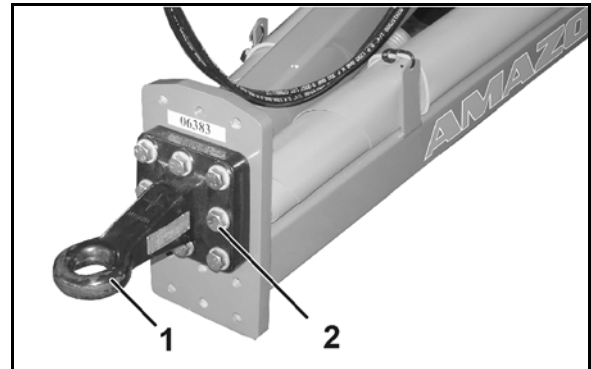

Bild 48
När maskinen är frångkopplad kan dragöglans (Bild 48/1) höjd anpassas till traktorn.
- o Lossa skruvarna (Bild 48/2) och skruva fast dragöglan i rätt höjd.